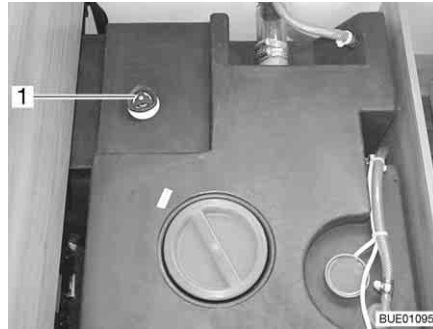

Fig. 143 Serbatoio dell'acqua con maniglia girevole
- Sul serbatoio dell'acqua, ruotare la maniglia girevole (Fig. 143,1) in senso orario fino all'arresto.
- Sul serbatoio dell'acqua, ruotare la maniglia girevole (Fig. 143,1) in senso antiorario fino all'arresto. L'acqua fuoriesce fino a 50 litri.